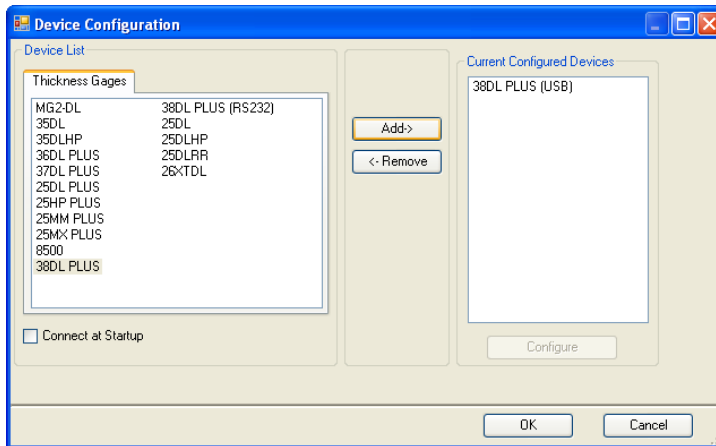

Figura 14-10 Caixa de diálogo Device Configuration (Configuração do dispositivo)
- b) Na caixa de diálogo **Device Configuration** (Configuração do dispositivo) (consulte Figura 14-10 na página 292):
- (1) Na **Device List** (Lista de dispositivos), selecione 39DL PLUS e depois clique em **Add** (Adicionar). O 39DL PLUS (**USB**) aparece na lista de **Current Configured Devices** (Dispositivos configurados atualmente).
- (2) Marque a caixa de seleção **Connect at Startup** (Conectar na inicialização) para que o GageView tente se conectar automaticamente ao 39DL PLUS quando for iniciado.
- (3) Clique em **OK**.